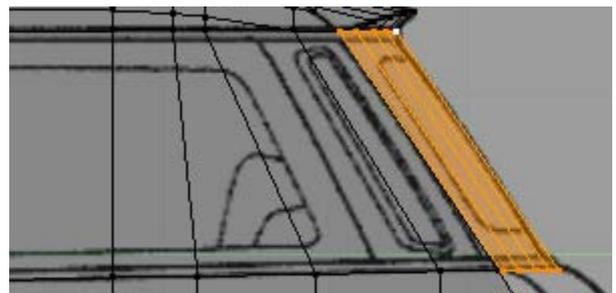

Figura 4.75
4. Seleccione o último contorno do tejadilho e, na janela Right Ortho, faça uma extrusão até à base do vidro traseiro, **[E]**, figura 4.75.